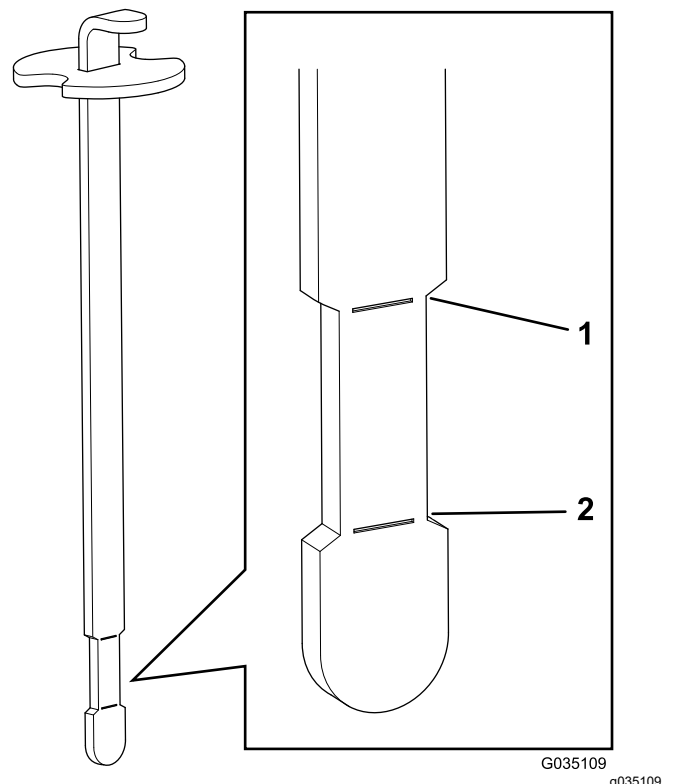

**Bild 17**
2. Reinigen Sie den Bereich um den Deckel des Hydraulikbehälters, damit keine Rückstände in den Behälter gelangen (Bild 17).